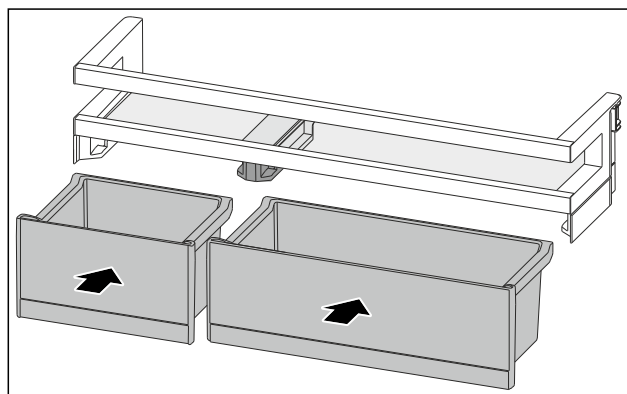

Fig. 95
- ▶ VarioBoxy vložte v opačném pořadí. (viz Fig. 95)